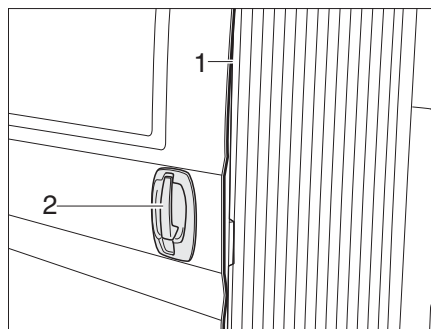

Fig. 22 Porta scorrevole, elettrica - maniglia esterna
▷ Per evitare schiacciamenti sulla porta scorrevole elettrica, sul bordo di chiusura si trova una costa di sicurezza (Fig. 22,1). In caso di contatto, il movimento della porta scorrevole si arresta immediatamente.
*Apertura:* ■ Tirare la maniglia della porta (Fig. 22,2). La porta scorrevole elettrica si apre fino all'arresto finale.
*Chiusura:* ■ Tirare la maniglia della porta (Fig. 22,2). La porta scorrevole elettrica si chiude e si innesta nella serratura.